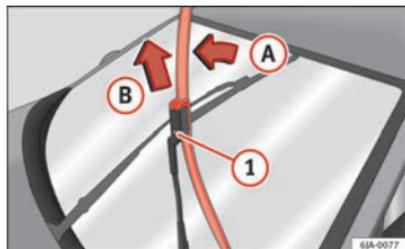

Fig. 66 Les balais d'essuie-glace
- Retirez le bras d'essuie-glace de la glace en déplaçant légèrement le balai d'essuie-glace dans le sens du bras d'essuie-glace – flèche A ⇒ fig. 66.
- Avec l'autre main déverrouillez la sécurité ① et retirez le balai d'essuie-glace dans le sens de la flèche B.